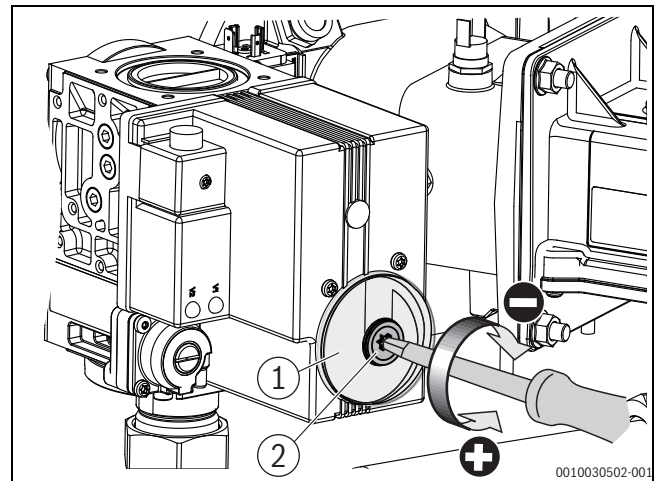

Bild 2 CO₂-Gehalt bei Volllast einstellen (Kesselgröße 150 – 300 kW)
- ▶ Schutzkappe an der Gasarmatur abnehmen (→ Bild 2).
- ▶ CO₂-Werte an der Volllast-Einstellschraube auf 10,2 % einstellen (→ Bild 2).